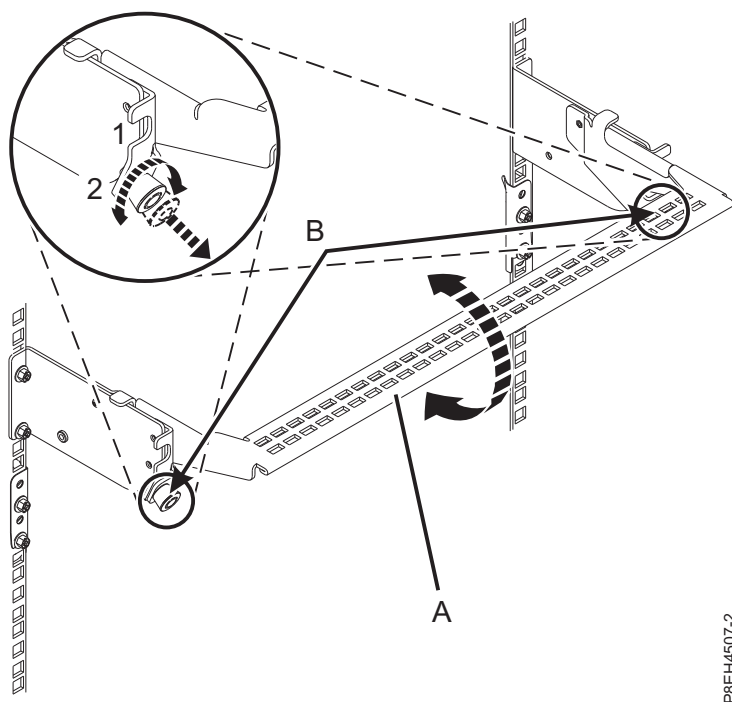

図 61. ケーブル管理ブラケットの保守位置への設置
6. PCIe3 拡張ドロワーの背面で、ケーブル管理ブラケットを保守位置に置きます。59 ページの図 61 を参照してください。
- 1/4 回転ファスナー (B) を引き出し、ケーブル管理ブラケット (A) を上げた位置 (1) まで持ち上げながらそれらのファスナーを回転させて解放します。
- 1/4 回転ファスナー (B) を回転させ、ブラケットにかみ合わせて所定の位置にロックします。